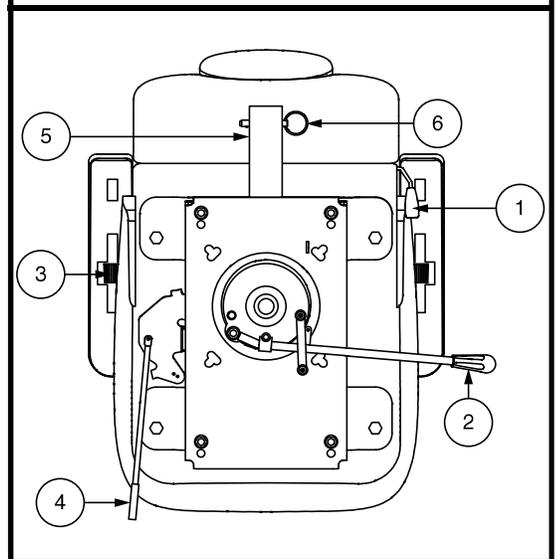

Abb. 18. Sitzeinstellungen
Um die verstellbare Rückenlehne einzustellen, befolgen Sie diese Schritte. **Siehe Abb. 18.**
1. Zum Entriegeln des Sitzes den Sitzverschluss je nach Sitztyp entweder nach oben ziehen oder nach vorne schieben. **Siehe Abb. 18.**
Der Armlehnenwinkel Ihres Elektromobils kann nach oben oder nach unten verstellt werdendurch das Drehen der Einstellscheiben. **Siehe Abb. 18.**
1. Drehen Sie den Hebel zur Verstellung der Sitzposition nach aussen. **Siehe Abb. 18.**
Die Zubehörhalterung am Heck ermöglicht es Ihnen, persönliche Zubehörkomponenten wie Korb, Gehhilfe oder Sauerstofftank hinter dem Elektromobil anzubringen. Verwenden Sie den Sicherungsstift, um das Zubehöriteil sicher an der Halterung zu befestigen. **Siehe Abb. 18.** Für weitere Informationen wenden Sie sich an Ihren Vertragshändler.